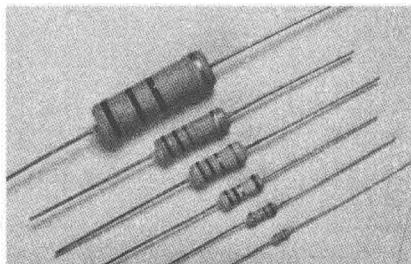
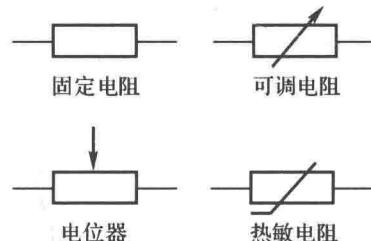

图 2.5 电阻
图 2.6 电阻符号
(1) 电阻概念及符号。电荷在物体里运动会形成电流, 电流流动时会受到一定的阻力, 这种阻力叫电阻。电阻器是人类有意识设计制造出的一个限流元件, 将电阻器接在电路中, 它可限制流过它及所连支路的电流大小。电阻器简称为电阻(见图 2.5、图 2.6)。